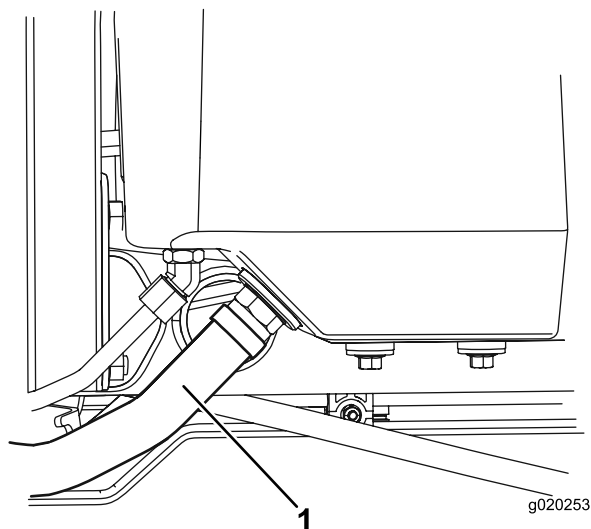

Figura 63
2. Desligue o tubo hidráulico grande (Figura 63) do reservatório e deixe o fluido hidráulico escorrer para um recipiente. Instale as tubagens hidráulicas quando o fluido pare de escorrer.